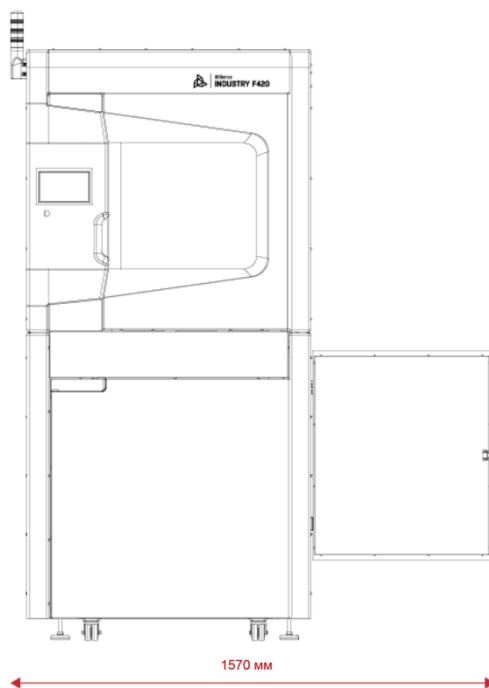
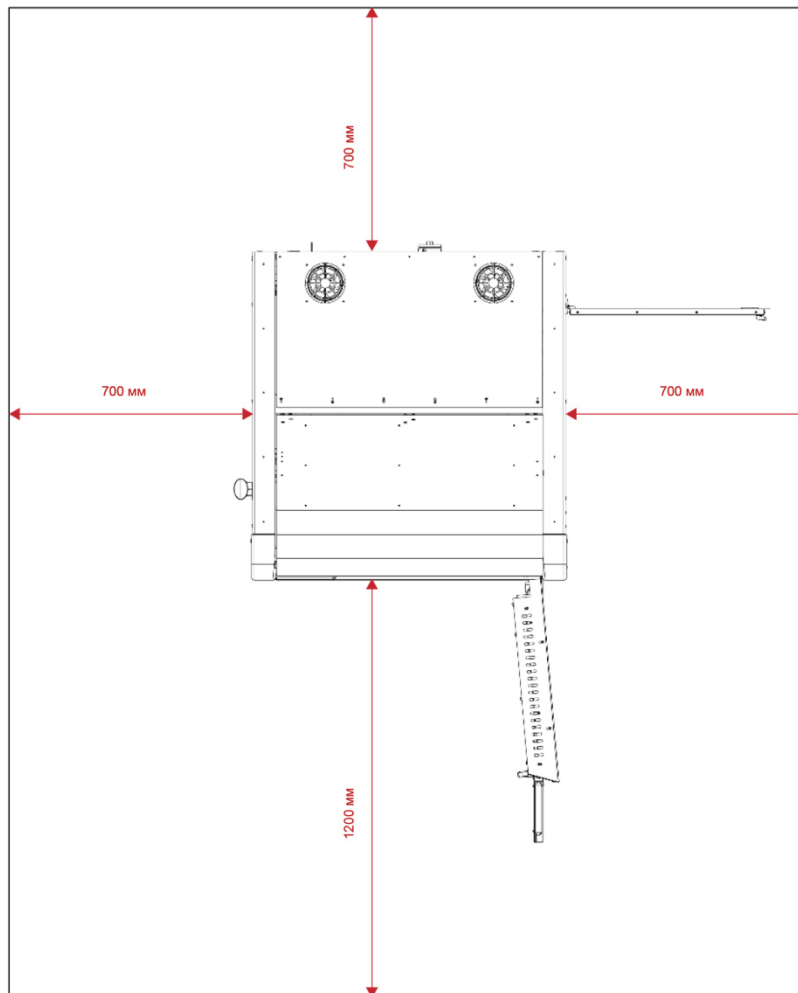

Рис. 3. Максимальный размер принтера
Рис. 5. Минимальные зазоры для устройства
- В месте расположения устройства должно быть достаточно свободного места в зависимости от внешних размеров устройства (рис. 3, 4). Кроме того, все стороны устройства должны быть доступны, в частности, для замены материалов или проведения работ по техническому обслуживанию в соответствии с рекомендациями производителя (рис. 5).
1. Переместить принтер в нужное место и убедиться, что соблюдены минимальные требования к пространству (рис. 5).